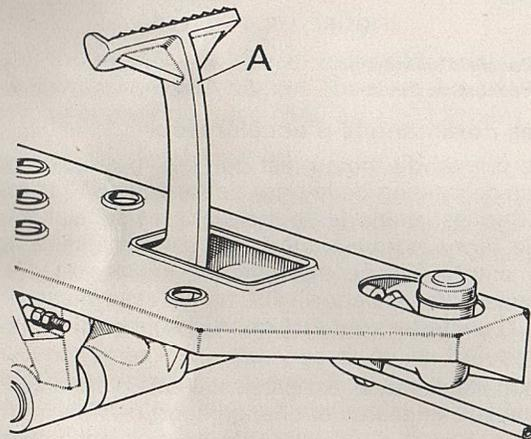

FIGURE 1/4
**Système de freinage sur 4 roues:** Les tracteurs routiers sont munis de freins hydrauliques sur les roues avant, une seule pédale agissant sur les freins avant et sur les freins arrière mécaniques. (voir figure 1/4).